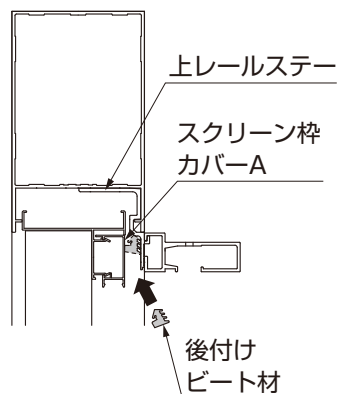
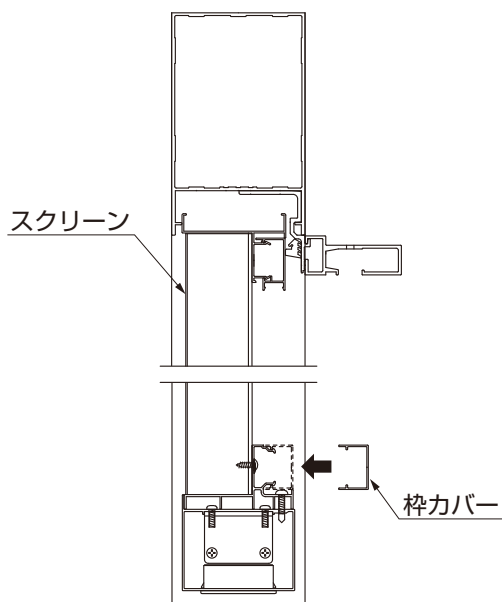

図8-5 ビート材の取付け
図8-6 A部詳細図
- ② 後付けビート材をスクリーン枠カバーAと上レールステーのすき間にはめ込んでください。(図8-5参照)
- ③ 余分な後付けビート材を切詰めてください。
- ④ 枠カバーをスクリーンの下側にはめ込んでください。(図8-6参照)